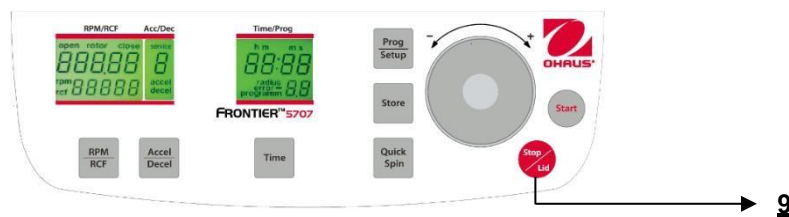

Figura. 25
Mediante il tasto **"Stop/Lid"** (9) (Vedere figura 25) è possibile interrompere il ciclo in ogni momento. Dopo aver premuto il tasto, la centrifuga decelera all'intensità preselezionata fino a che non si arresta.